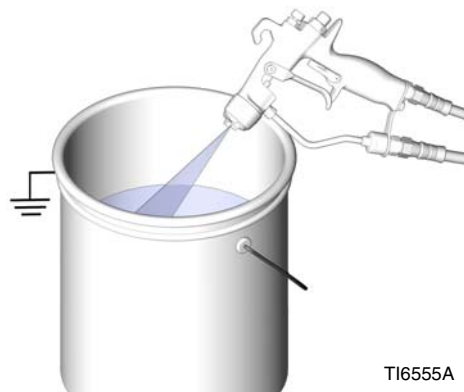

FIG. 11
5. Hold en metallidel på pistolen fast mot et jordet metallspenn. Trekk av pistolen for å avlaste trykket. Se FIG. 11.